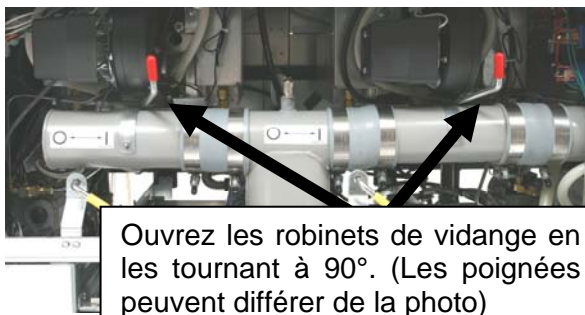

Figure 7
3. Quand invité à le faire, vidangez l'huile de la cuve dans le bac de filtrage en tournant les poignées du robinet de vidange à 90° (voir Figure 7). Si nécessaire, utilisez la tige de nettoyage *Fryer's Friend* pour déboucher l'évacuation depuis l'**intérieur** de la cuve.